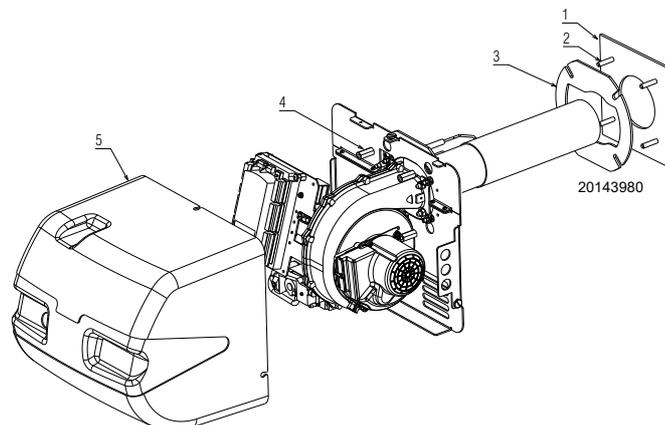

Fig. 14
- fissare il cofano 5)(Fig. 14).